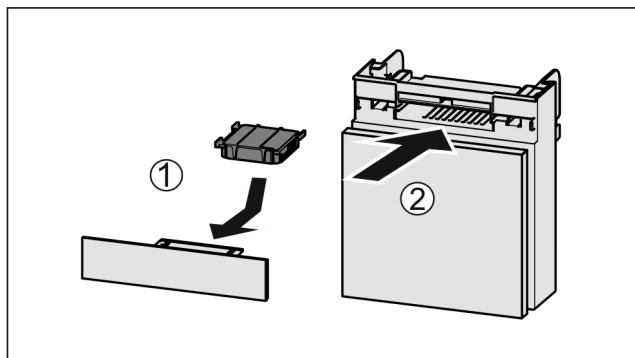

Fig. 57
- ▶ Вставити фільтр з активованого вугілля за малюнком Fig. 57 (1).
- ▶ Вставити відділення Fig. 57 (2).